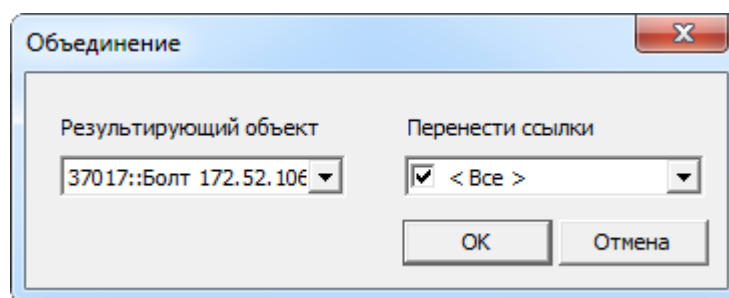

Рис. 13-29 – Диалоговое окно «Объединение»
3) В открытом диалоговом окне «Объединение» в поле «Результирующий объект» выбрать один из отмеченных экземпляров, который требуется оставить (рис. 13-29)